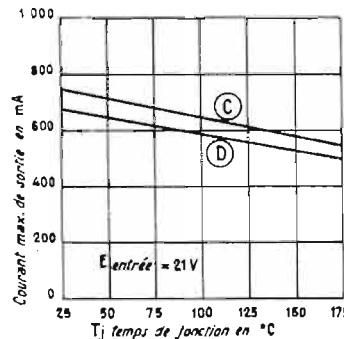

Fig. 13
A la figure 13 on donne le courant maximal de sortie en fonction de la température de jonction  $T_j$  variant entre  $25^\circ\text{C}$  et  $175^\circ\text{C}$ . La courbe (C) est valable pour le  $\text{Lo}_{36}$  et la courbe (D) pour le CI type  $\text{Lo}_{37}$ .